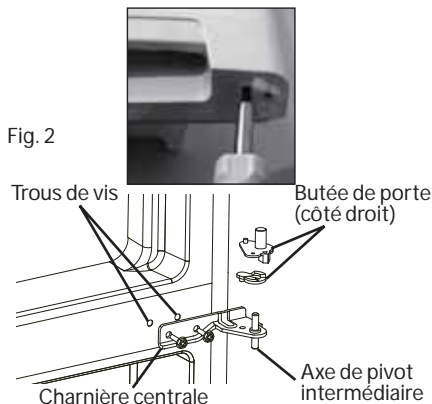

Fig. 2
4. Retirer les deux vis de la charnière centrale, soulever et dégager la charnière centrale, puis la mettre dans un endroit sûr. (Voir la Fig. 2)